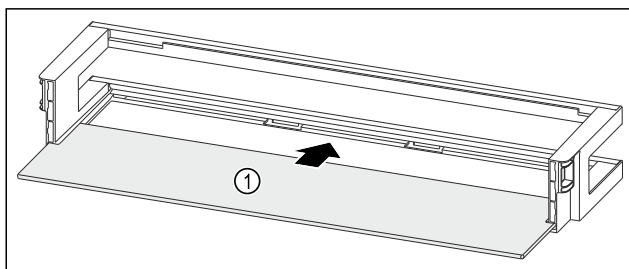

Fig. 150 Ajtópolc tárolólappal
- ▶ Tolja be a tárolólapot Fig. 150 (1) az oldalsó bemarásokba.